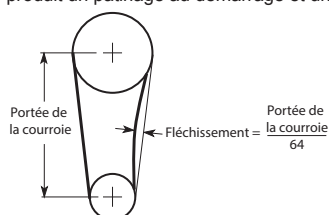

Figure 5 — Tension de la courroie
2. Courroie trop tendues/lâches	2. Voir la Figure 5, ajuster la tension